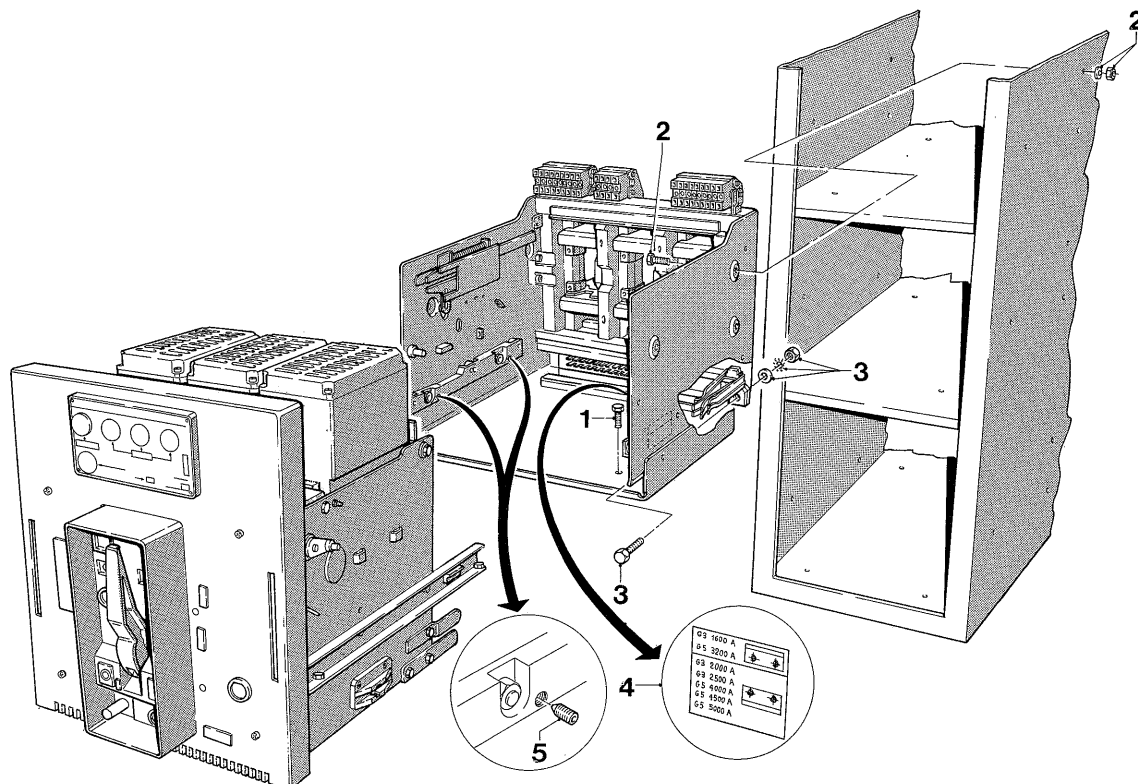

Fig. 11
La parte fissa deve essere imbullonata al fondo e alle fiancate del cubicolo, mediante le viti [1] e [2] - Fig. 11, spessorando adeguatamente per evitare distorsioni che possano pregiudicare il corretto scorrimento della parte mobile nella parte fissa.
The stationary part must be bolted to the cell bottom and sides by screws [1] and [2] - Fig. 11, interposing proper spacers to prevent distortions which might affect proper sliding of the moving part into the stationary one.
- L'introduzione di interruttori di calibro diverso è impedita automaticamente. Vedere la targhetta esplicativa disposta sul fianco destro dell'interruttore; sia sulla parte mobile che sulla parte fissa (§ 3.4. - Fig. 11 - [4] - pag. 19).
- The racking-in operation of breakers having rated current different from the required one is automatically prevented. See the explanatory tag placed on the right-hand side of either the moving and stationary part (see 3.4. - Fig. 11 - [4] - pag. 19).